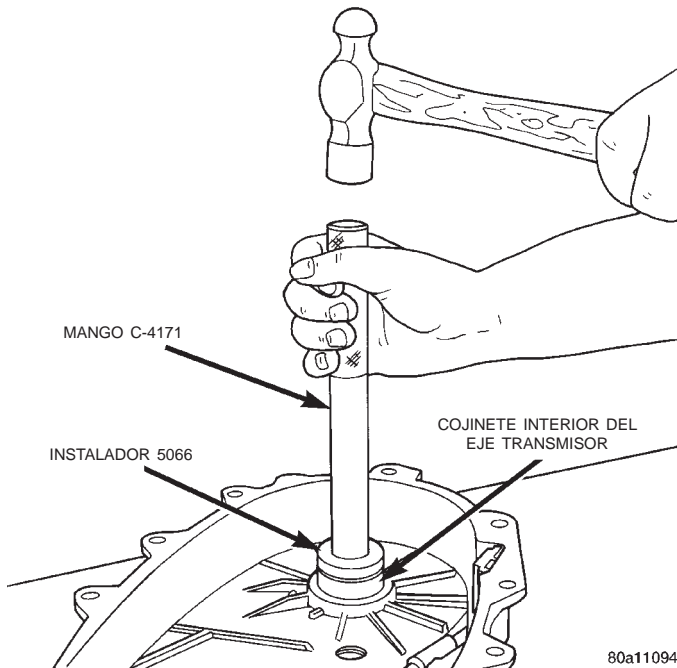

Fig. 47 Instalación del cojinete trasero del eje transmisor
(8) Instale el nuevo cojinete con el mango C-4171 y el instalador 5066 (Fig. 47). El hueco del cojinete está achaflanado en su parte superior. Instale el cojinete de modo que quede al ras con el borde inferior de la parte achaflanada (Fig. 48).